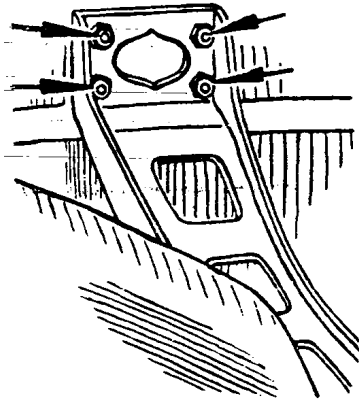

Рис. 8. Болты крепления подкосов.
11. Подтяните восемь болтов крепления подкосов, по четыре с каждой стороны (рис. 8).